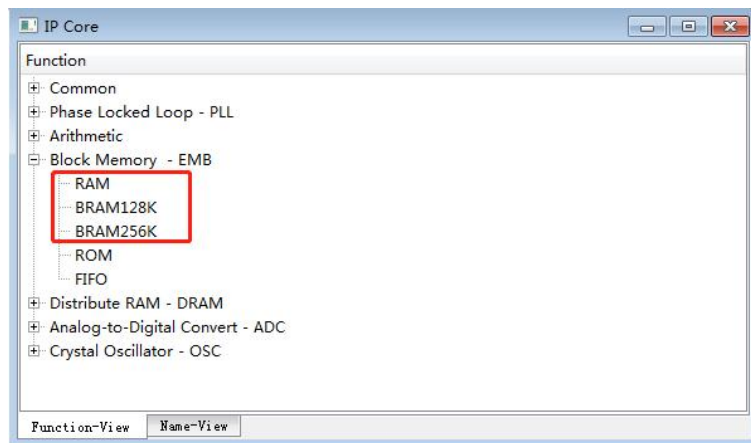

图 17 软件 IP 生成方式
1. 用户可以采用如下方式在 TD 软件中找到 ERAM 模块:Tools->IP Generate->IP core ->Block Memory-EMB->RAM, ERAM128K, ERAM256K, 如图 17 所示。